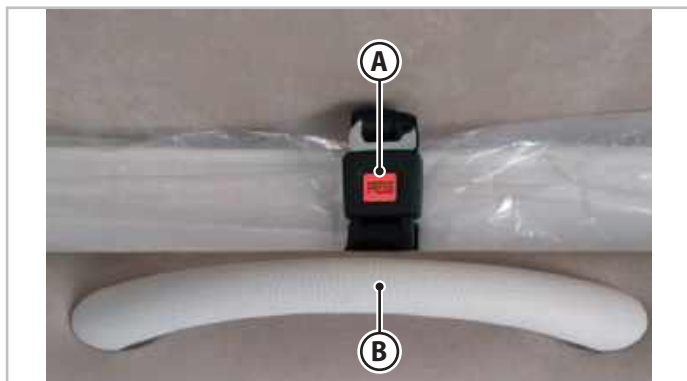

Fig.6.14 - Lit pavillon avant
1. Déverrouiller le dispositif de sécurité (**A** - Fig.6.14).
2. Agir sur la poignée (**B**-Fig.6.14) et amener le lit en fin de course.
1. Agir sur la poignée (**B**-Fig.6.14) et amener le lit en fin de course.
2. Fixer à nouveau le lit à l'aide du dispositif de sécurité (**A** - Fig.6.14).